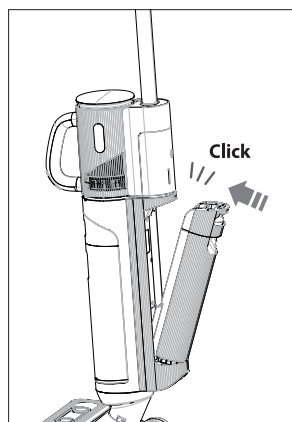

Abb. 8 – Wassertank einsetzen
- ▶ Setzen Sie den Frischwassertank leicht schräg in die Aussparung auf der Geräterückseite ein und drücken Sie den Frischwassertank an, bis er hörbar einrastet und fest sitzt **(siehe Abb. 8)**.